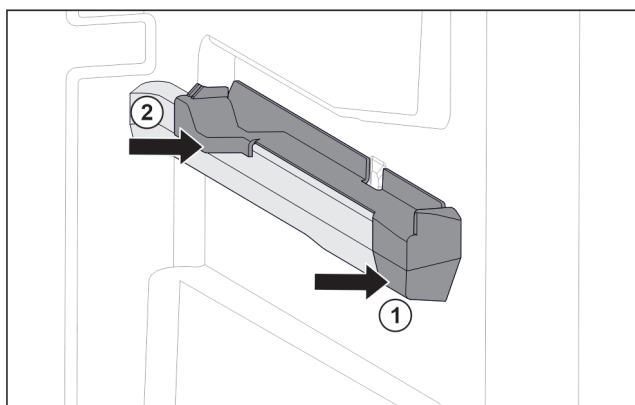

Fig. 150 Natični dio na desnom žlijebu spremnika
- Postavite natični dio sprijeda na žlijeb spremnika. Fig. 150 (1)
- Pritisnite natični dio straga. Fig. 150 (2)